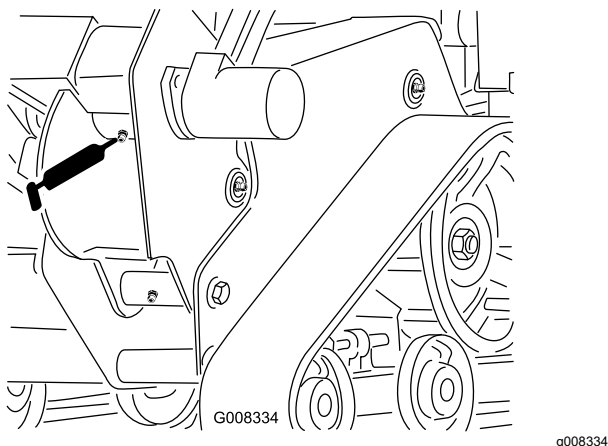

Figura 27
3. Pulite il raccordo di ingrassaggio della scocca della catenaria con un panno e montatevi un ingrassatore a pressione (Figura 27).